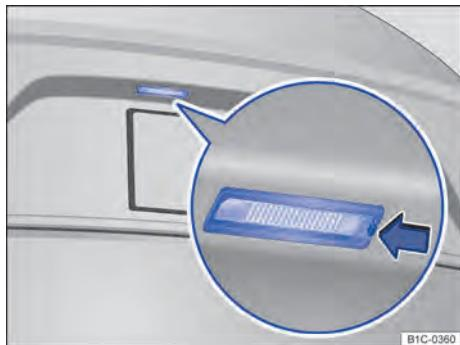

Fig. 195 No para-choque traseiro: lanterna da placa de licença.
2. Com a lâmina plana da chave de fenda das ferramentas do veículo ⇒ Página 303, pressionar no sentido da seta no entalhe da lanterna da placa de licença ⇒ Fig. 195.